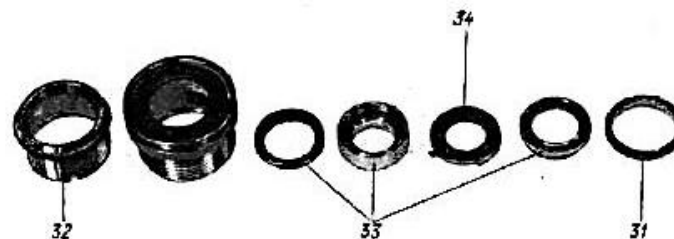

Рис. 5.
3.5.2. Разобрать объектив, отвернув кольцо 31 (рис. 5) специальным ключом, вынуть поводок 32 линзы в оправе 33 и диафрагму 34.